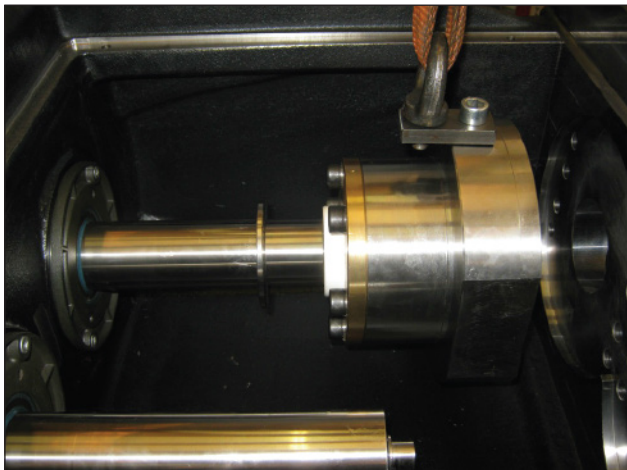
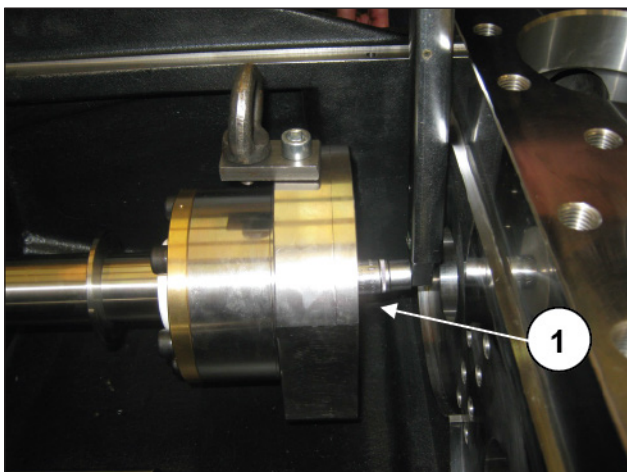

Рис. 235
Рис. 236
Поднимите держатель в сборе и вставьте его в передний картер позади головки после перевода штока направляющей поршня в нижнюю мертвую точку (Рис. 235), а затем закрепите поршень на штоке (поз. ①, Рис. 236), откалибровав винт с помощью динамометрического ключа, как указано в параграфе 3.